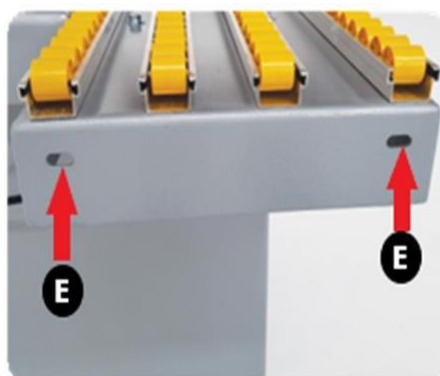

Figura 16 - Pontos de fixação
- Após a montagem dos pés da mesa, verificar os pontos de entrada ou saída, conforme a Figura 16;
- Alinhar e nivelar a mesa de extensão com a mesa da máquina, através dos furos indicados na Figura 16;